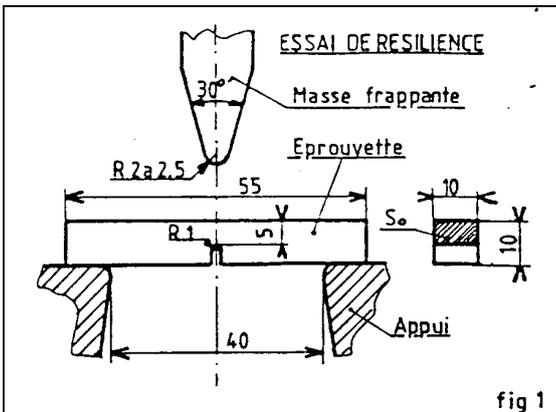

fig 1
• **Principe de l'essai (fig. 1).**